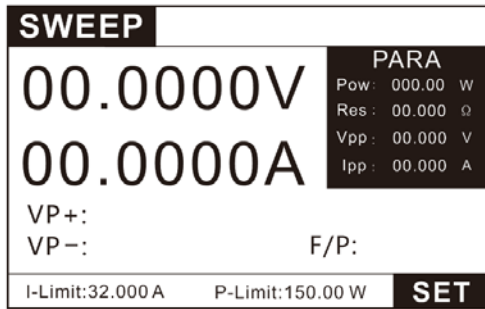

图 3.28 SWEEP 功能测试界面
- 1) 按 **MODE** 键进入模式选择页面，按上下键选择 SWEEP，按 **ENTER** 键进入 SWEEP 测试界面图 3.28。
- 2) 如图 3.28 在 SWEEP 界面下，按 **SET** 键进入设置界面图 3.29。